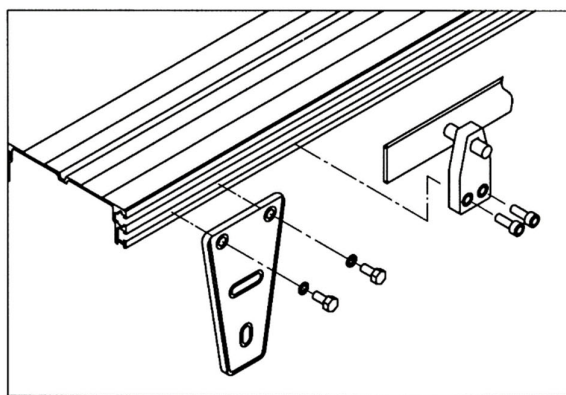

図 5
- ① 梱包を外してください。
- ② ジョイント用板ナットをフレーム横の溝に差し込み、ジョイント用ブラケットで固定してください。フレームの合わせ目がズレないように正確に固定してください(図 5 参照)。
脚、ガイドなどの部品についてはオプションとなっておりますので、必要な場合はお申し付けください。脚、ガイドなどはフレーム溝を利用して取付けることができます(図 5 参照)。